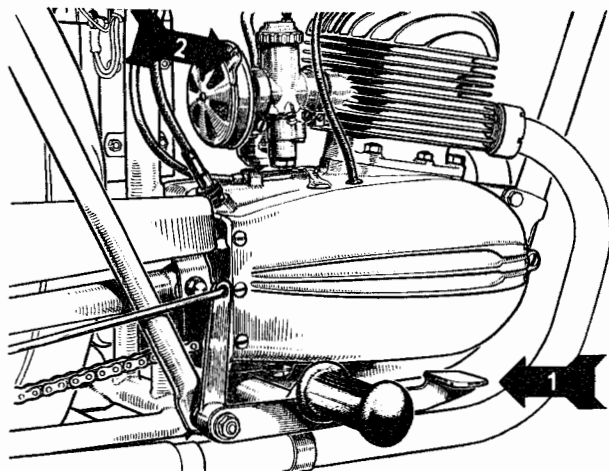

Fig. 4
6. **Le levier du frein arrière** (pédale), est placé à droite. (Fig. 4, n° 1.)
7. **Le levier du volet d'air**, sur le côté droit du filtre à air, permet d'enrichir le mélange carburant par la fermeture partielle de l'entrée d'air. (Fig. 4, n° 2.)